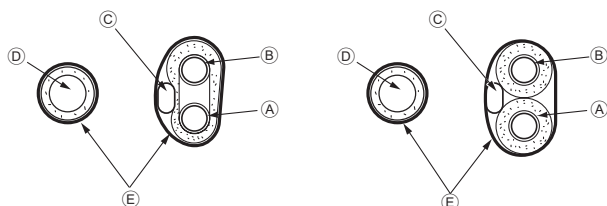

Fig. 3-7
3.3.1. Extracción y procesamiento de la tubería (Fig. 3-7)